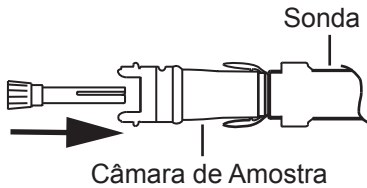

Figura 2: Introduza o Guia da Ponta na Câmara de Amostra
- Utilizando uma técnica asséptica padrão, retire o Aplicador da embalagem e verifique se apresenta danos. Retire o Protector da Ponta (A).
- Introduza o Guia da Ponta (B) na Câmara de Amostra. Verifique se o Guia da Ponta foi devidamente introduzido. Consulte a Figura 2.